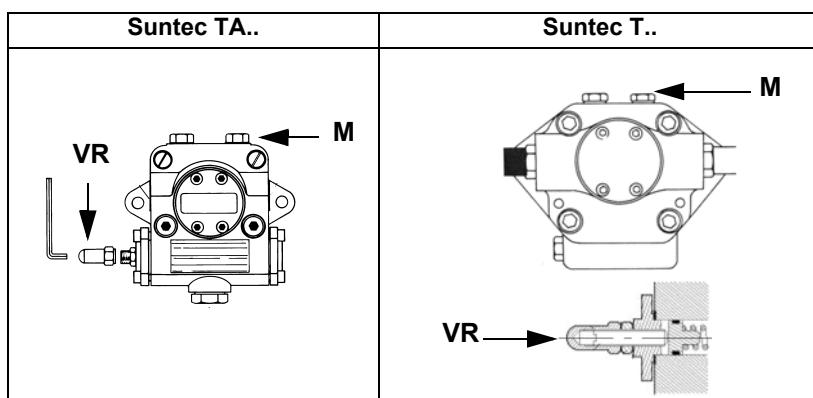
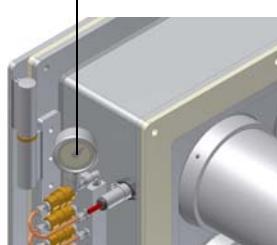

Рис. 15
Рис. 16
- выпустить воздух со штуцера (**M**) манометра насоса (Рис. 15), расслабив слегка заглушку, но не снимая ее; затем отпустить контактор;
Давление питания форсунки уже отрегулировано заранее на заводе-изготовителе и не должно изменяться. Только в случае необходимости, отрегулировать давление питания (см. соответствующий параграф) следующим образом: установить манометр в положение, указанное на Рис. 16, воздействовать на регулировочный винт **VR** насоса (см. Рис. 15 и на стр 21) до получения на форсунке давления в 20 или 25 бар (форсунки Bergonzo или Fluidics/UNIGAS M3 - см. график на Рис. 14);